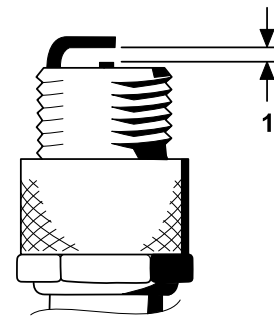

図 29
4. 図 29 のように、電極間のエアギャップを 0.76 mm に調整する。